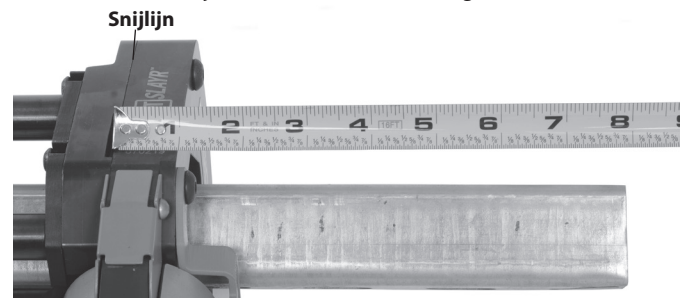

Figuur 5 – Balksnijkop gemonteerd in pijpklem
1. De balksnijkop kan worden gebruikt als een werkbankgereedschap of op de grond. Daarnaast kan de balksnijkop worden gemonteerd op een groot aantal RIDGID-pijpklemmen*. Zie *figuur 5* voor de bevestiging op een pijpklem. Ongeacht het gebruik dient u ervoor te zorgen dat de balksnijkop veilig en stabiel is.